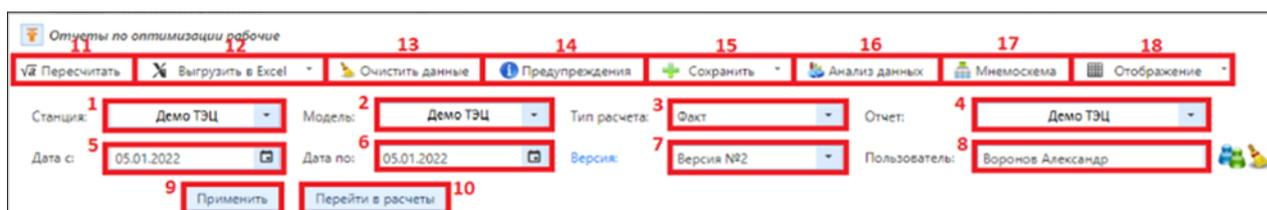

Рисунок 3.3.2 – Визуализация подраздела «Отчеты по оптимизации рабочие»
Последовательность действий для просмотра результатов проведенного оптимизационного расчета и описание каждого шага приведено ниже (рис. 3.3.2).
Последовательность действий для просмотра результатов проведенного оптимизационного расчета согласно нумерации на рис. 3.3.2:
После нажатия кнопки (9) «Применить» (рис. 3.3.2) отобразится отчет по результатам оптимизационного расчета (рис. 3.3.4).